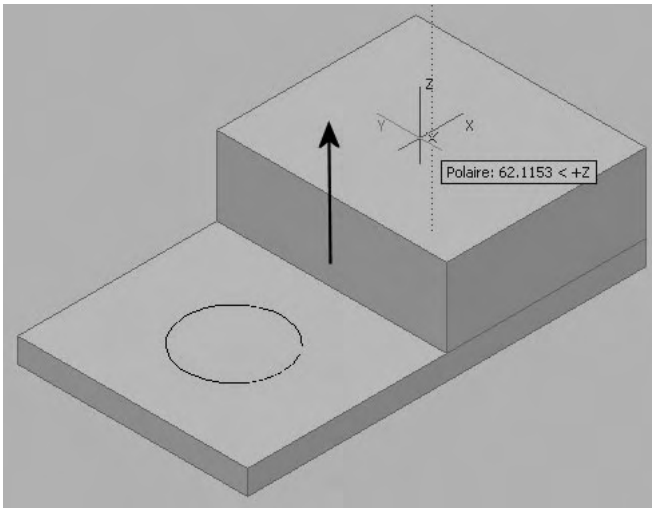

Fig.3.42
- 5] Faites glisser la souris pour tirer sur la zone délimitée. Cliquez ou entrez une valeur pour spécifier la hauteur (fig.3.42).